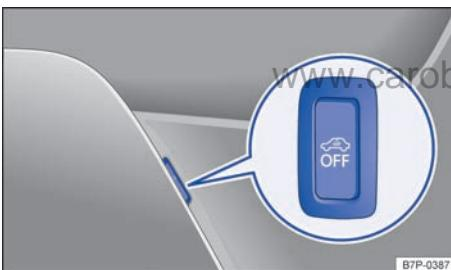

图 36 在驾驶员侧车门饰板内：车内监控和防拖车保护的关闭按钮
如果已按压按钮 将车内监控和防拖车保护关闭 ⇒ 图 36，则可再次按压按钮 将车内监控和防拖车保护重新激活。黄色指示灯熄灭。
- 按压按钮 ⇒ 图 36。该按钮中的一个黄色指示灯持续亮着，直到汽车锁止为止。